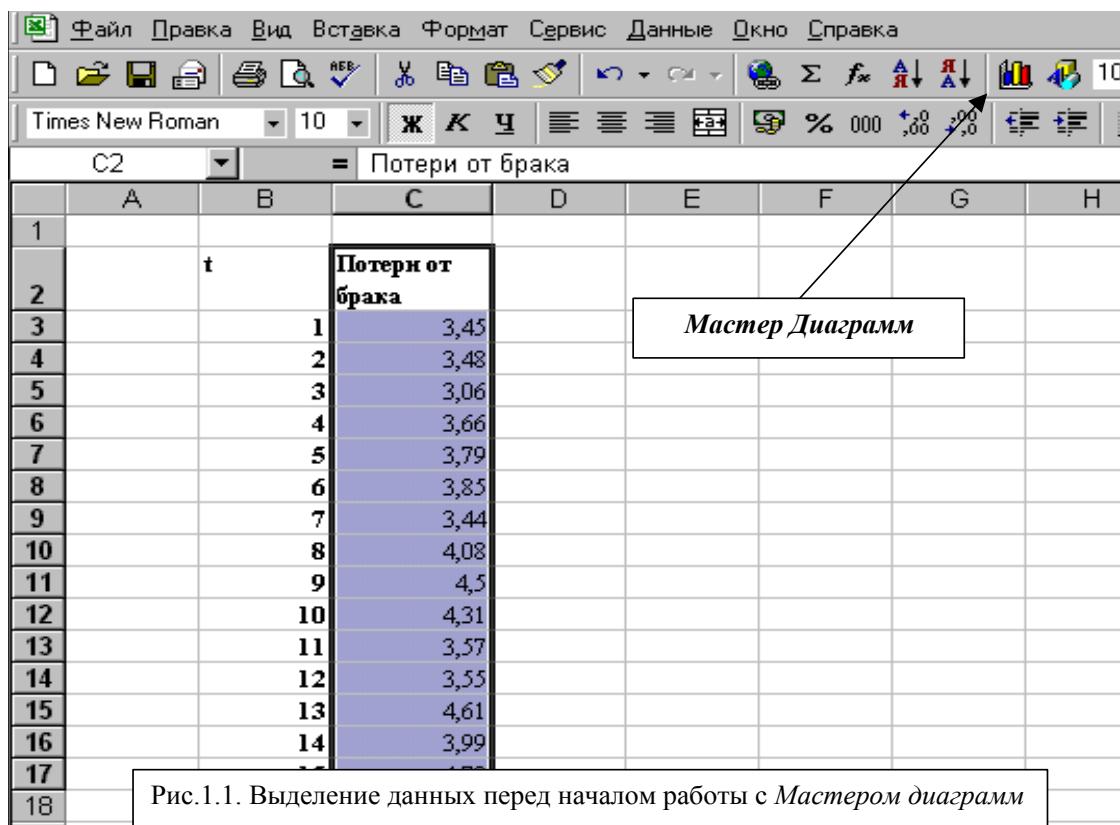

Рис.1.1. Выделение данных перед началом работы с *Мастером диаграмм*
1.1. Расположить данные на листе EXCEL и выделить их, включая подписи (Рис.1.1.).